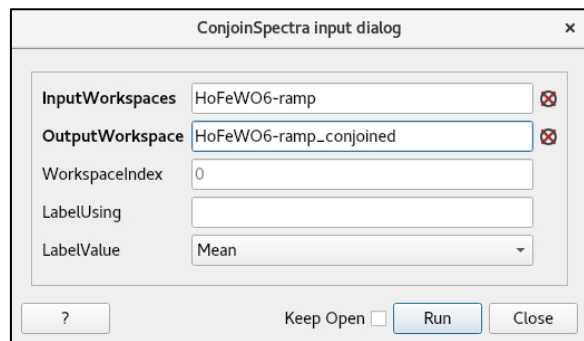

Figure 8. ConjoinSpectra input dialog box.
- 2.4.4. In the Algorithms pane, type *ConjoinSpectra* and click *Execute* to open the *ConjoinSpectra* input dialog box (Figure 8).